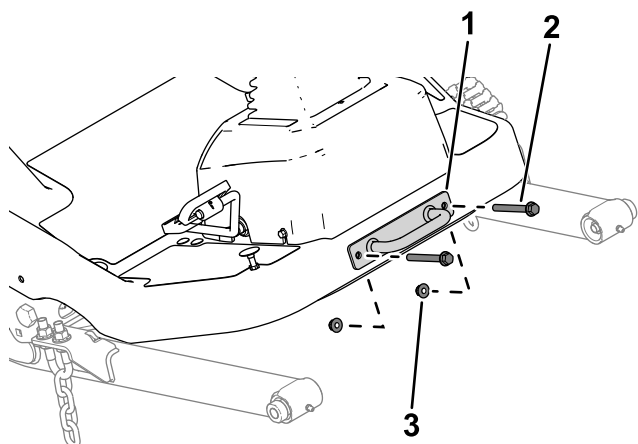

Figura 17
1. Scoatei suportul de fixare de pe platformă (Figura 17).